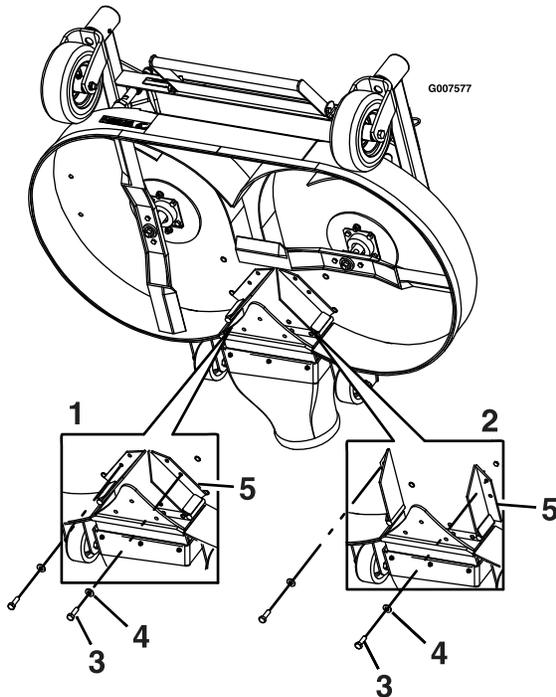

Figure 23
- Retirez le boulon et la rondelle à l'avant de chacun des déflecteur FRS (Figure 23).